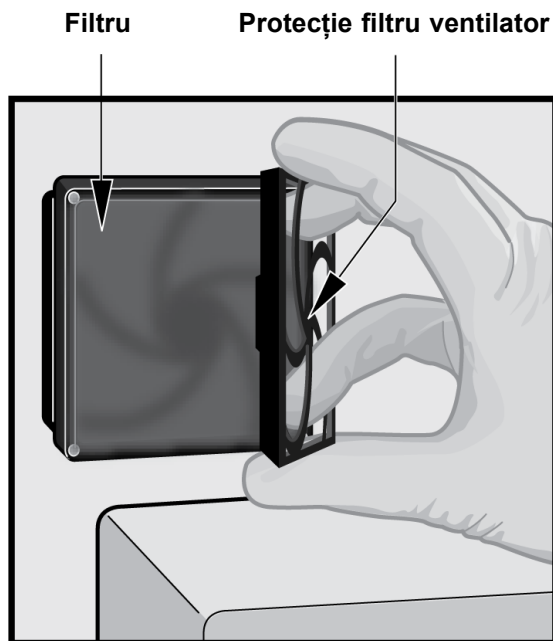

Figura 9-22. Scoaterea protecției filtrului ventilatorului și a filtrului
4. Scoateți cu grijă protecția filtrului ventilatorului prin desfacerea acesteia din carcasa ventilatorului. Consultați Figura 9-22 și puneți-o deoparte pentru restul procedurii de scoatere și curățare a filtrului.